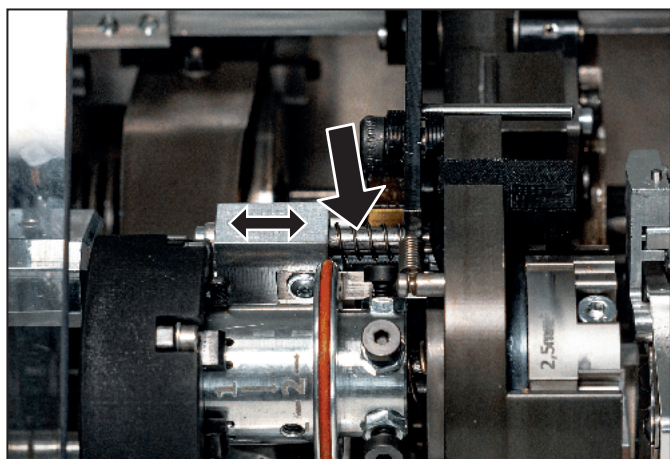

Figura 7.5 Punti di lubrificazione del porta lama
- Spostare il porta lama leggermente a destra, vedi Figura 7.5.